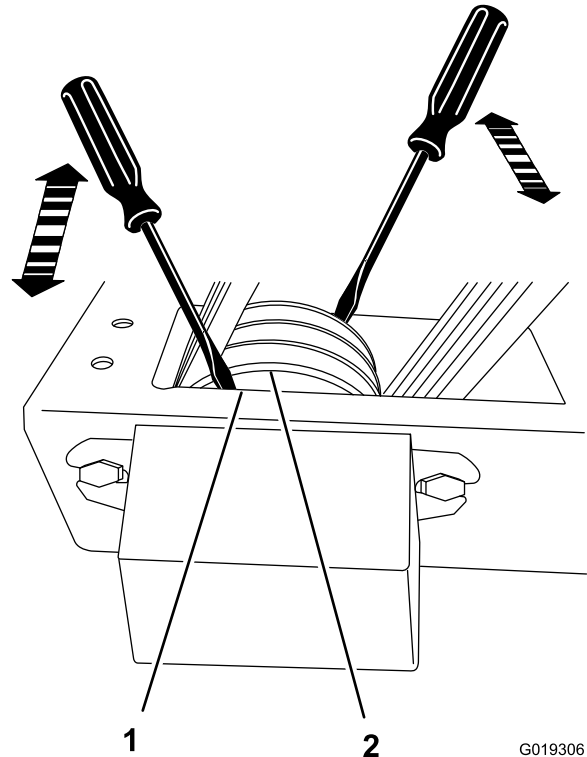

Figure 50
- B. Vérifiez que la poulie d'arbre est bien fixée sur l'arbre de lame en faisant levier avec un tournevis entre l'ouverture dans la base et les bouts de la poulie (Figure 50). Si la poulie est desserrée sur l'arbre de lame, alignez-la et fixez-la ; voir l'étape 3 dans Alignement des poulies (page 38).